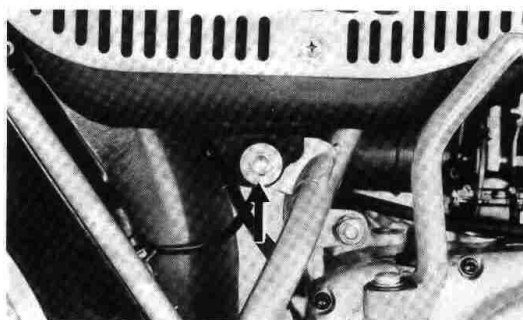

Fig. 3-2-4
1. Remove the bolt holding the exhaust pipe to the frame. (Fig. 3-2-4)
1. Retirez le boulon fixant le tuyau d'échappement au cadre. (Fig. 3-2-4)